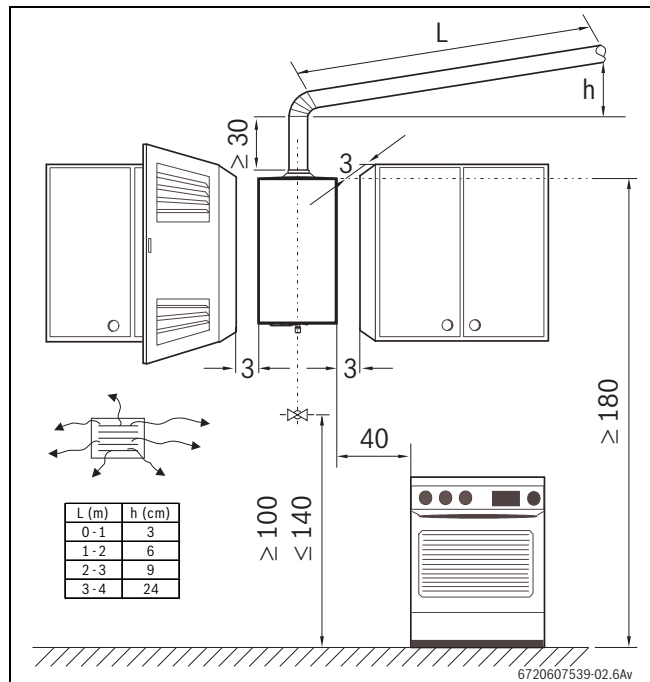

Fig. 4 Espacements minimaux (cm)
- Respecter les espacements minimaux d'installation indiqués dans la fig. 4.